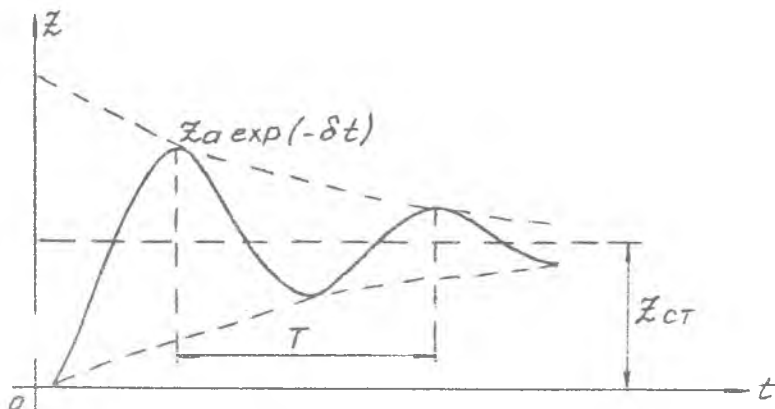

Рис. 2. Свободные затухающие колебания механической системы с демпфированием
Решение уравнения (3) при $\delta < \omega$ представляет собой свободные затухающие колебания, рис. 2.